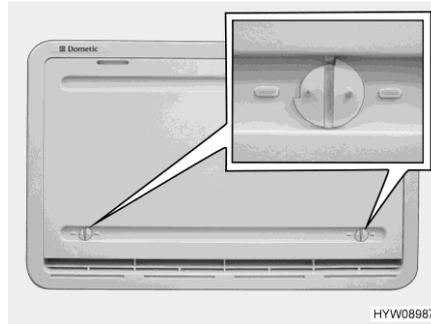

Fig. 159 Protection hivernale
Quand le réfrigérateur doit être utilisé à basses températures extérieures, le fabricant recommande d'employer une protection hivernale (Fig. 159) pour ses grilles d'aération du réfrigérateur.
- Ouvrir les deux dispositifs de verrouillage (Fig. 159) (la rainure est à l'horizontale).